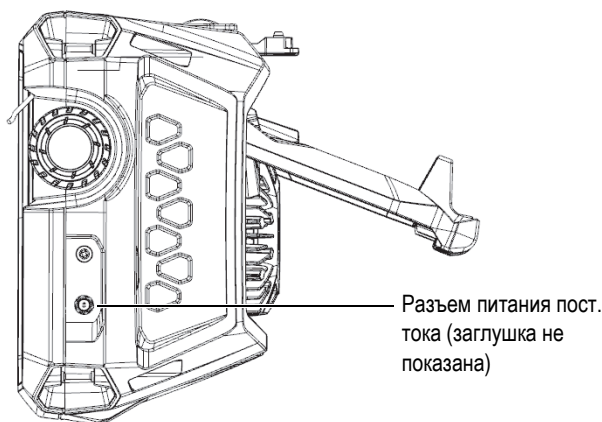

Рис. 3-1 Разъем питания пост. тока
2. Разъем питания постоянного тока находится на правой панели OmniScan X3, под крышкой (Рис. 3-1 на стр. 46).